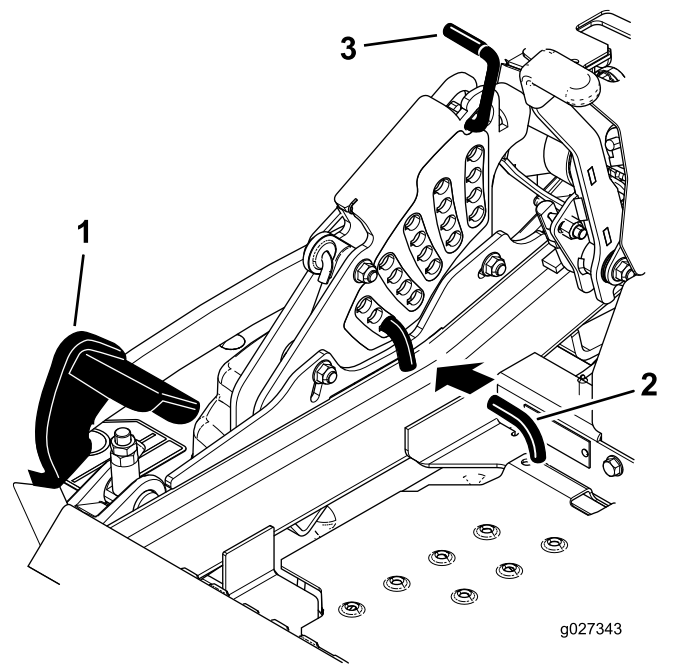

Figura 31
2. Pise el pedal de elevación de la carcasa y eleve la carcasa a la posición de transporte (que es también la posición de altura de corte de 140 mm), tal y como se muestra en la **Figura 31**.
3. Para ajustar la altura de corte, gire el pasador 90 grados y retire el pasador del soporte de altura de corte (**Figura 31**).
4. Seleccione el taladro del soporte de altura de corte que corresponde a la altura de corte deseada, e inserte el pasador (**Figura 31**).